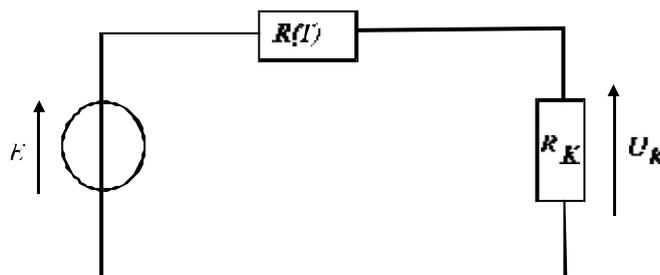

Figure 2
III-2 : On envisage le montage de la *Figure 2* où la résistance R(T) est à la température du local.